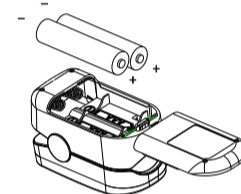

Abbildung 3. Batterien einsetzen
- Halten Sie das Oximeter so, dass das Display zu Ihnen zeigt und legen Sie den Finger in den Sensor des Geräts, wie unten gezeigt (Abbildung 3). Um optimale Ergebnisse zu erzielen, stellen Sie sicher, dass der Finger genau in der Mitte der Fingerführung liegt.